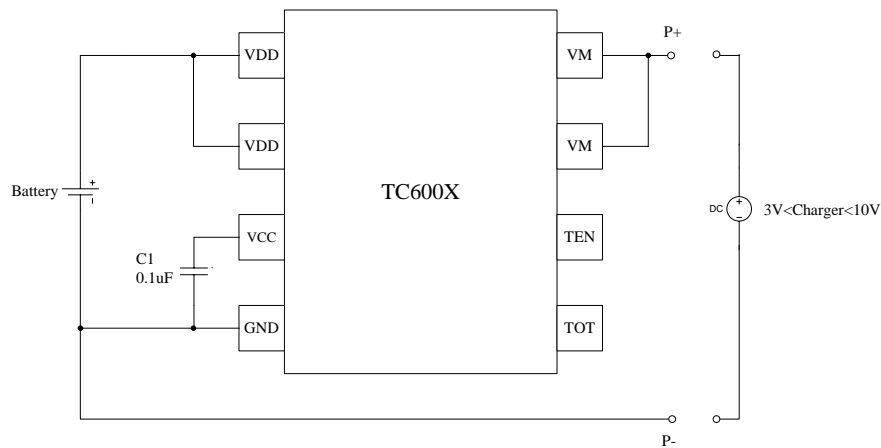

图 3
1. 用输出电压在3~10V 的充电器或直流电源接触VM 端。（参见图3）